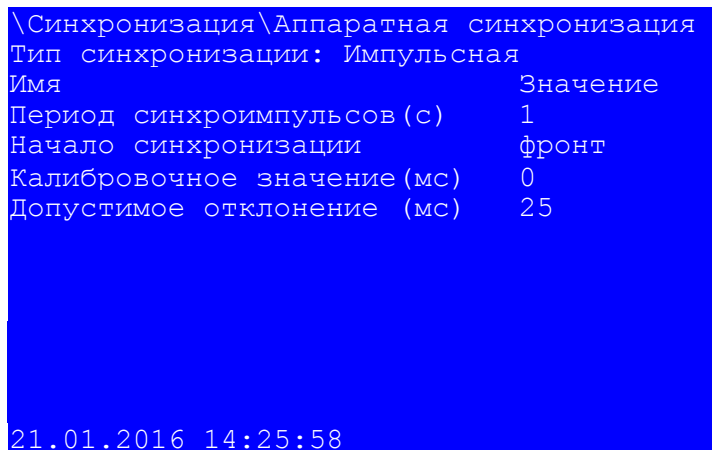

Рисунок 30 – Настройка импульсной синхронизации
9.2.2.1 Выбрать пункт меню **Параметры**²⁾ -> **Системные параметры** -> **Синхронизация** -> **Аппаратная синхронизация**. В открывшемся окне выбрать тип синхронизации импульсная (или отключить аппаратную синхронизацию терминала) нажатием кнопки «ENTER» по циклическому принципу (см. рисунок 30).